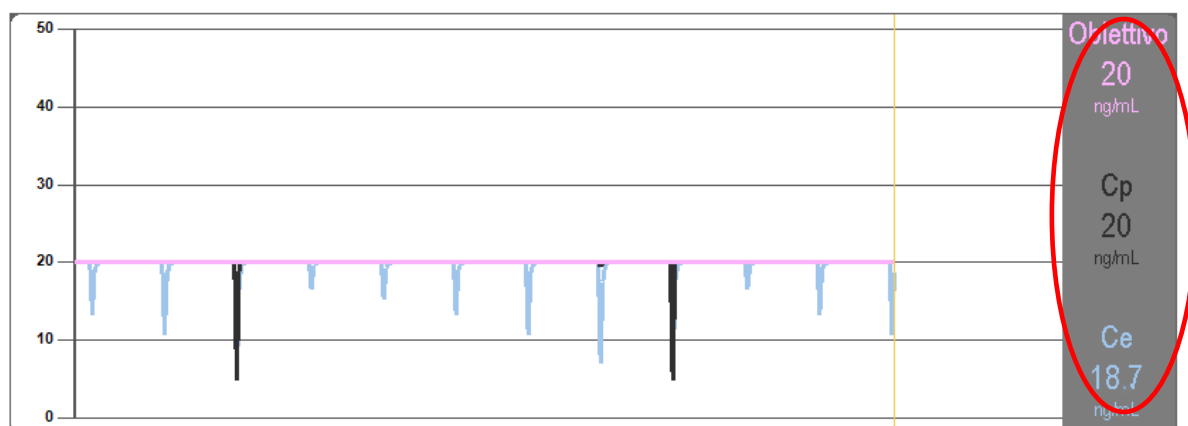

Fig 23
- se la pompa è impostata in modalità "farmacocinetica" sono mostrate tre righe sul grafico, corrispondenti a: 1) il valore target; 2) la concentrazione plasmatica; 3) la concentrazione "effect site". Nei display a destra saranno mostrati i tre valori corrispondenti (Fig 23);